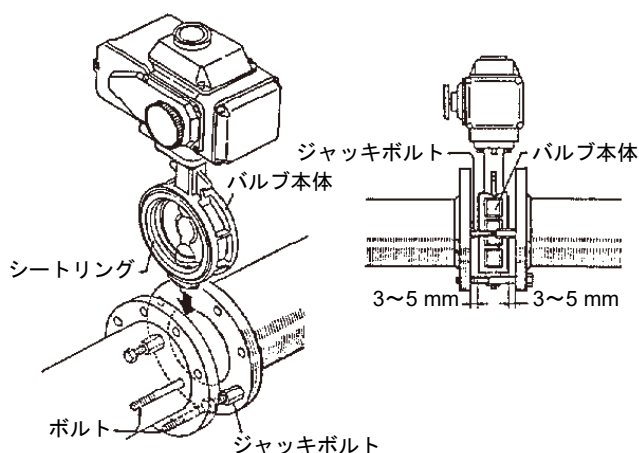

図36
- バルブを配管に取り付ける場合は、ジャッキボルトを利用して『図36』の位置にセットし、面間を調整します。
『図36』に示すようにバルブ本体のシートリング面を損なわないように挿入します。無理に押し込むとシートリングを傷付け、漏れの原因になります。注意してください。